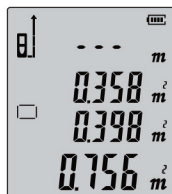

Рис. 3
- Нажмите кнопку **READ**, чтобы получить результат сложения этих двух площадей, как показано в **Рис. 3**.